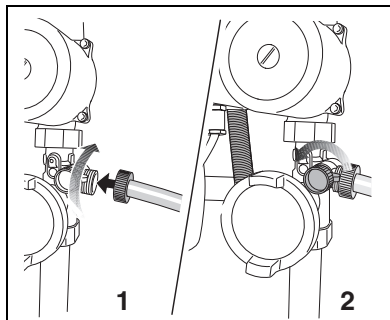

Fig. 13 Tilslutning af slangen / åbning af påfyldningshanen
- Slut slangen til påfyldnings- og tømmehanen (fig. 13, **pos. 1**).
- Påfyldningshanen åbnes (fig. 13, **pos. 2**).